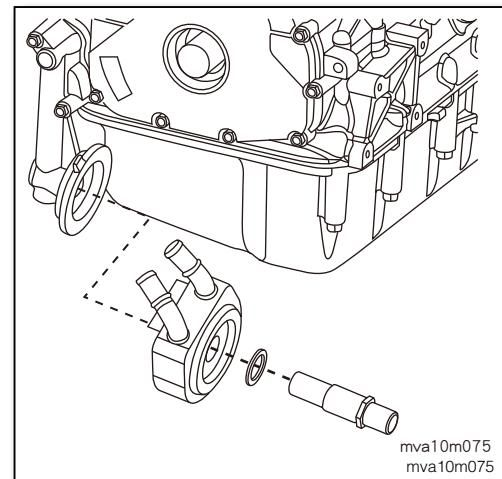

图7
3. 将机油滤芯管牙穿过垫片，再以机油滤芯管牙将机油冷却器锁附在机油滤芯转接座上(如图7)。